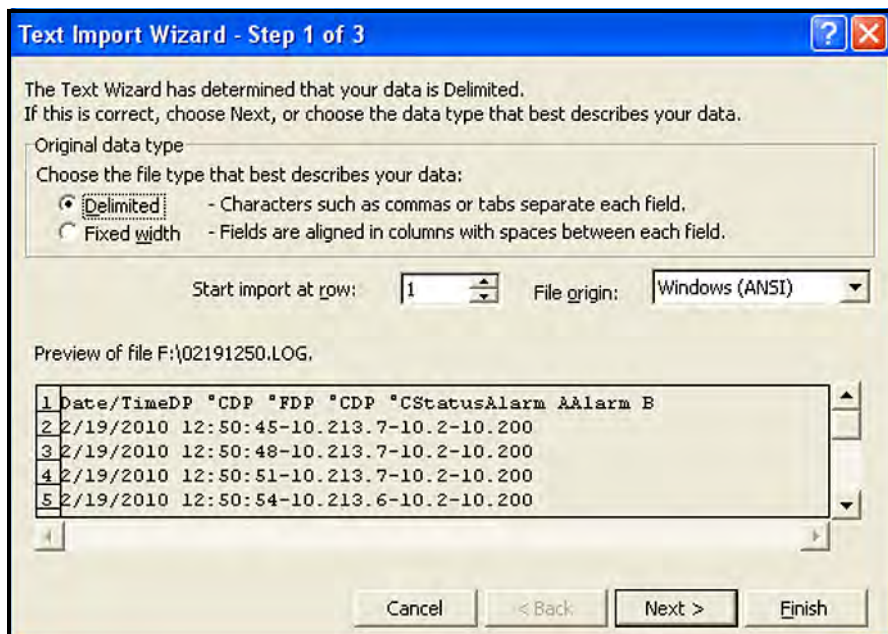

Figura 59: Assistente de importação do Excel - Etapa 1
1. Certifique-se de que o tipo de arquivo esteja definido para “*Todos os tipos*” e, em seguida, abra o arquivo de registro selecionado clicando no nome do arquivo. Uma janela semelhante à janela em *Figura 59* abaixo será aberta.